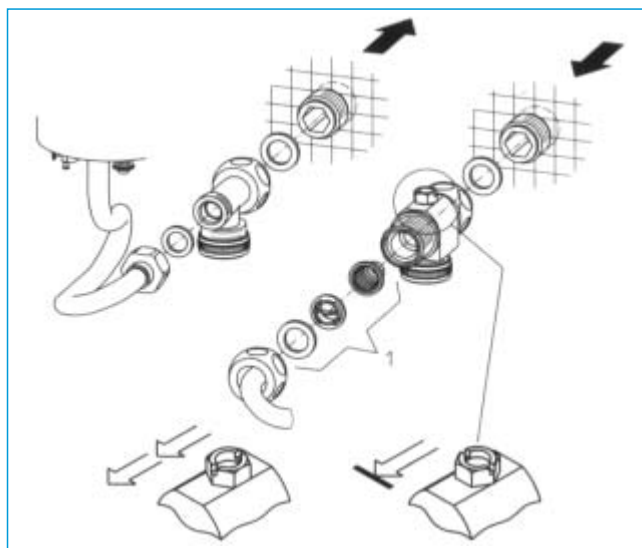

Fig. 10
- ▶ Soltar los accesorios de unión de los tubos conectados al aparato e instalarlos tal como se muestra en las fig. 10 y 11. Respetar el sentido de las flechas.
Montaje empotrado (fig. 10)
✗ Presión de la red insuficiente.	✓ Limpiar el filtro de la entrada de agua (Fig. 10, pág. 18) después de cerrar la llave de paso.